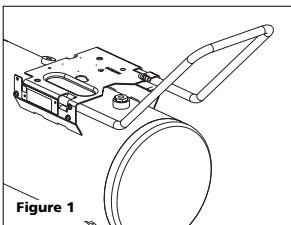

Figure 1
2. Introduire le manche à travers le couvercle de protection et dans la plaque de base tel qu'indiqué sur la Figure 1. Le manche doit s'ajuster dans les ouvertures spéciaux dans la plaque de base.